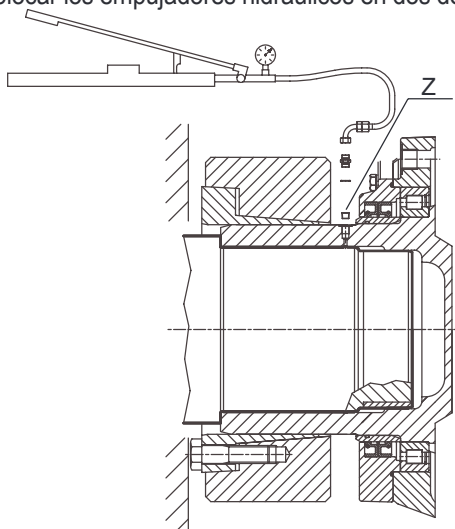

Fig. 4
- Con un destornillador y un martillo hacer salir de su alojamiento uno de los dos pernos "A" (véase fig. 4), sacar los dos muelles "B", luego sacar el otro perno.
- Desplazar el empalme en dirección axial para aflojar y quitar el tapón “Z” (fig. 4) y aprovechar el agujero de 1/8” G por el que entra aceite a presión (máx. 1000 bar) para separar al reductor del eje.